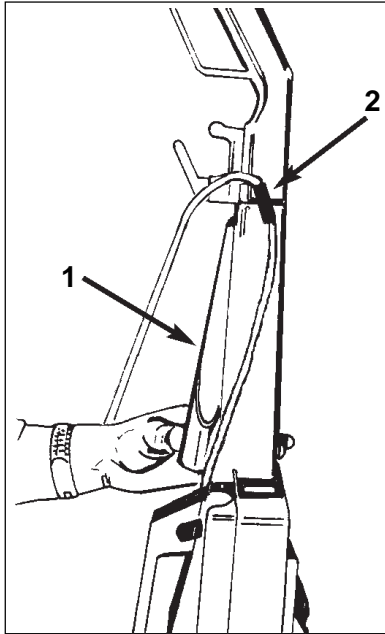
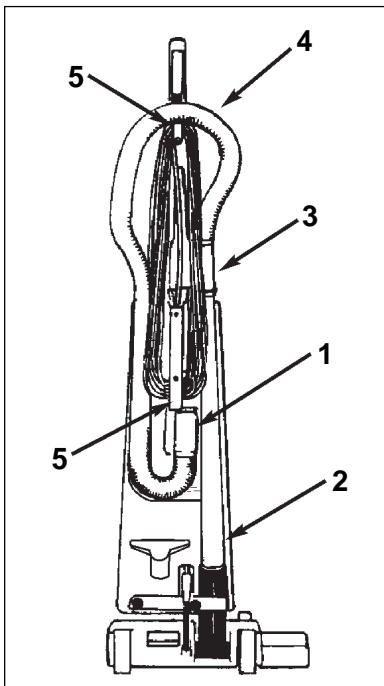

Figure 11
Figure 12
- b. Put the crevice tool in the tool holder (1). See figure 11.
- c. Put the cable holder into the hole of the handle (2). See figure 11.
7. Put the hose adapter into the opening in the back of the tank housing (1). See figure 12.
8. Put the end of the wand in the back of the tank housing (2). See figure 12.
9. Push the wand assembly forward until it locks in position (3). See figure 12.
10. Put the vacuum hose over the hook on the handle assembly (4). See figure 12.
11. Put the power cord around the cord storage hooks (5). See figure 12.
b. Placer la buse dans le support (1). Voir figure 11.
c. Placer l'attache du câble dans le trou de la poignée (2). Voir figure 11.
7. Placer le raccord du flexible dans l'ouverture située à l'arrière du réservoir d'aspiration (1).
8. Placer le tuyau rigide dans le logement se trouvant sur le côté gauche à l'arrière du réservoir d'aspiration (2).
9. Pousser le tuyau rigide vers l'avant jusqu'à ce qu'il se coince en place (3).
10. Placer le flexible dans l'encoche de la poignée du timon (4)
11. Enrouler le câble d'alimentation sur les deux crochets à l'arrière de l'appareil (5) (Figure 12).